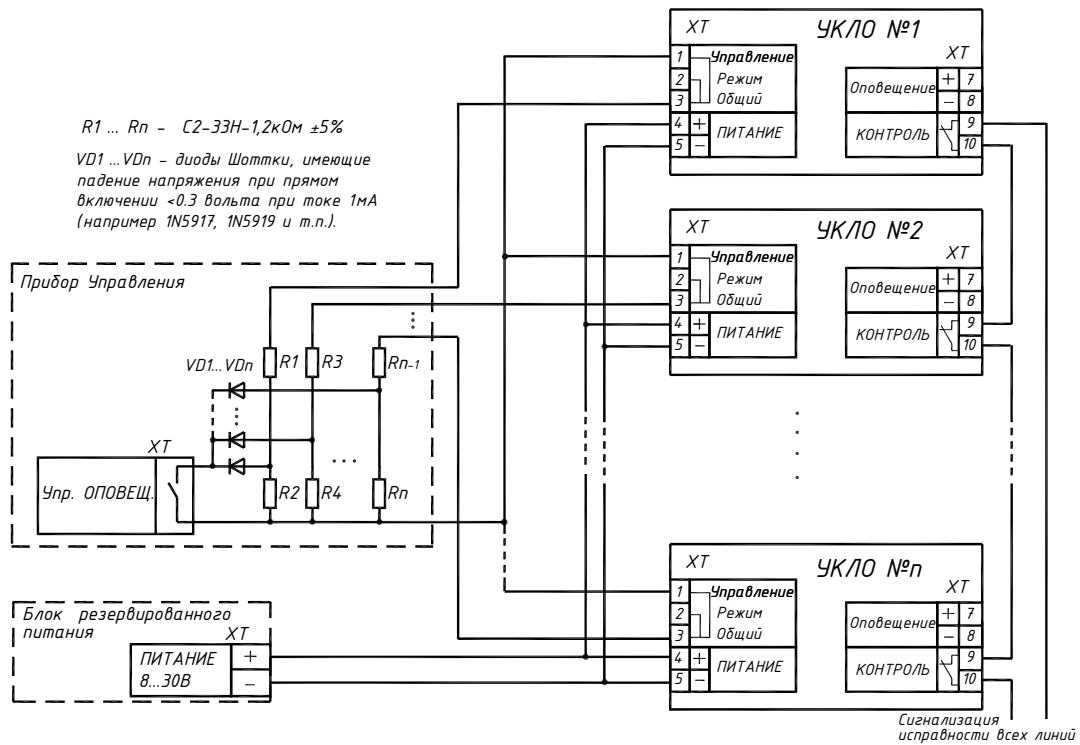

Рис. 3. Схема подключения нескольких УКЛО к одному ПУ.
7.6 В случае подключения нескольких УКЛО к одному прибору управления следует руководствоваться схемой **рис.3**.